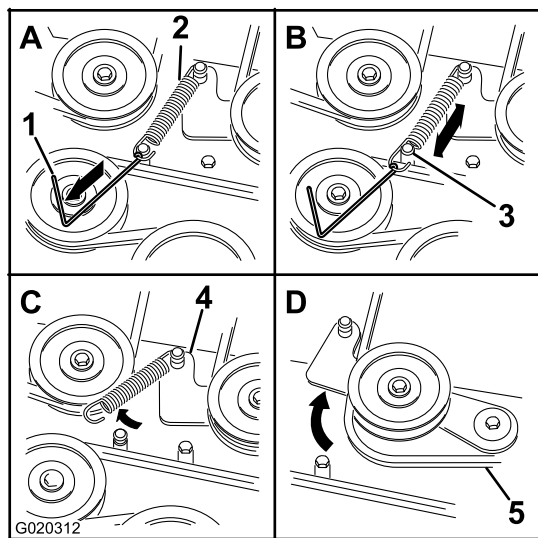

Figura 65
7. Usando una herramienta para la retirada de muelles (Pieza Toro N° 92-5771), retire el muelle tensor del espárrago de la carcasa para eliminar la tensión de la polea tensora (Figura 65).
- Pase la correa nueva alrededor de las poleas del cortacésped y de la polea del embrague, debajo del motor (Figura 65).
- Usando una herramienta para la retirada de muelles (Pieza Toro N° 92-5771), instale el muelle tensor sobre el espárrago de la carcasa y tense la polea tensora y la correa (Figura 65).